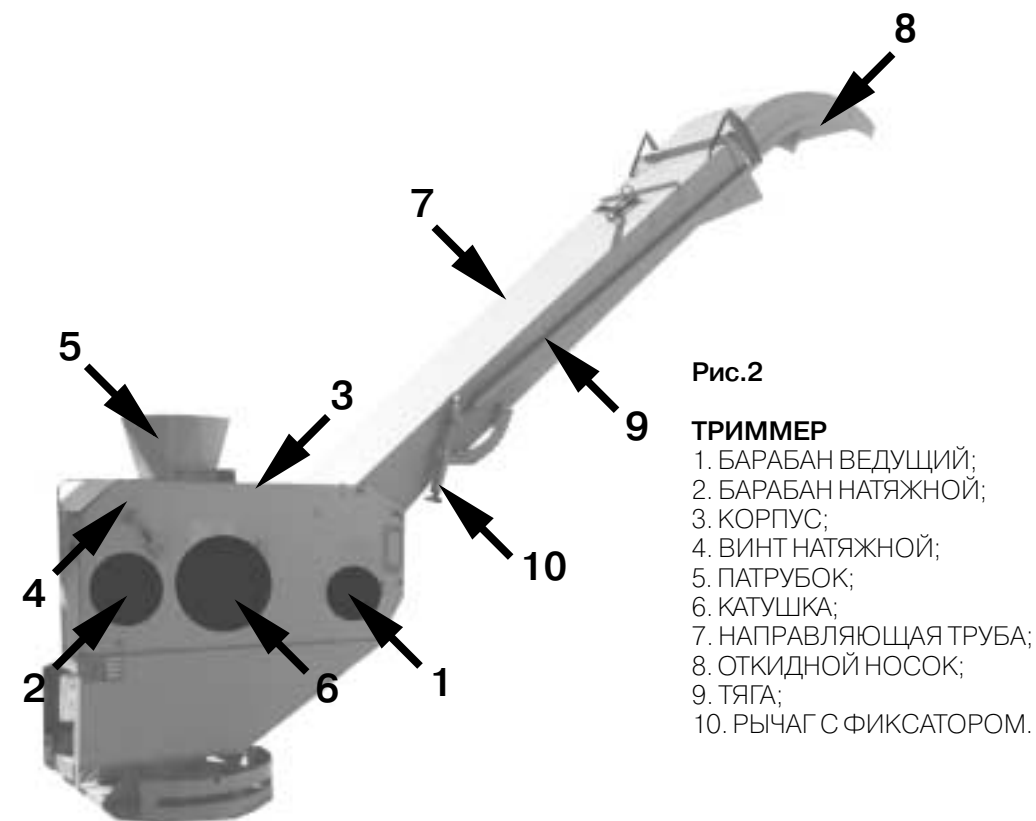

Рис.2
3.5. Триммер (рис. 2) состоит из корпуса 3, представляющего собой сборную конструкцию, из двух барабанов - ведущего 1 и натяжного 2, катушки 6, партубка 5 направляющей трубы 7 с откидным носком 8. Сборная конструкция корпуса триммера состоит из 2-х жестких боковин, с закрепленными на них корпусами подшипников для ведущего барабана и крышки.